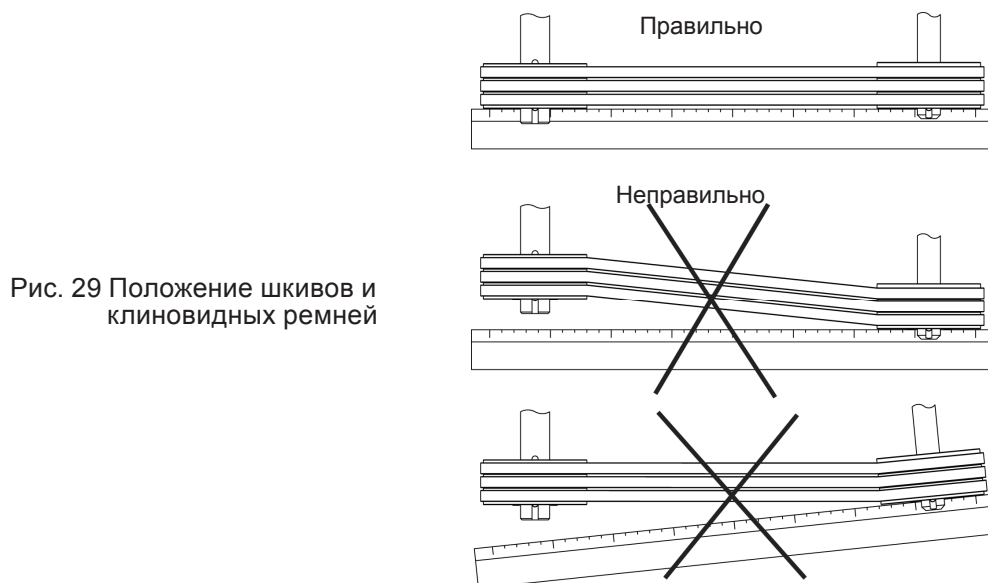

Рис. 29 Положение шкивов и клиновидных ремней
Натянув новые ремни, следует проверить установку шкивов, в том числе при помощи уровня проверить их параллельность, а также убедиться, что их канавки находятся в одной плоскости (рис. 29). После правильной установки следует прокрутить привод без нагрузки, чтобы ремни хорошо улеглись в углублениях шкивов. Новые ремни должны быть заново подтянуты через 50 часов работы.
5. правильно установить ременные шкивы (рис. 29)